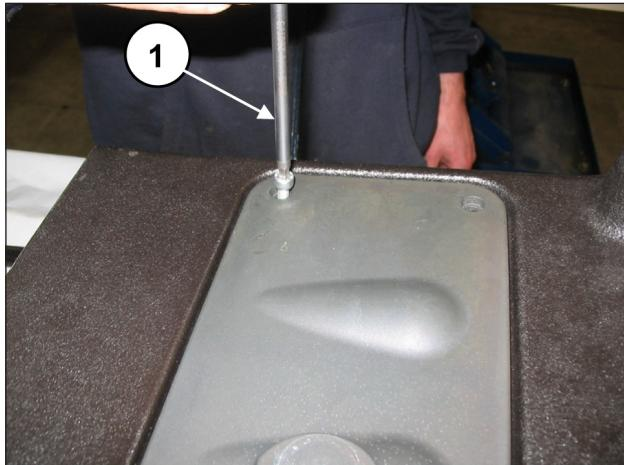
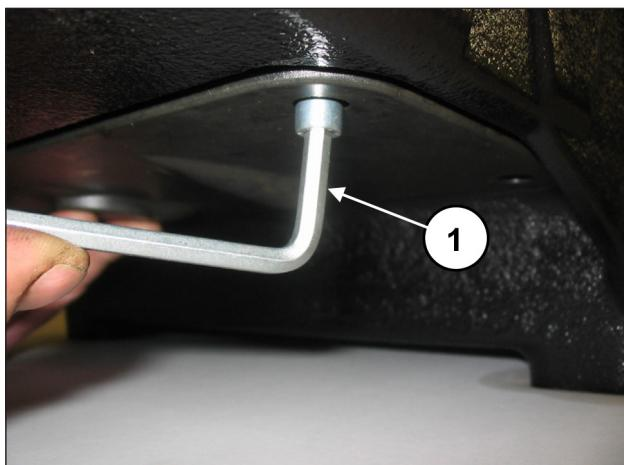

Abb. 139
Abb. 140
Demontieren Sie den oberen (Pos. ①, Abb. 139) und unteren Inspektionsdeckel (Pos. ①, Abb. 140) durch Abdrehen der 4+4 Befestigungsschrauben.